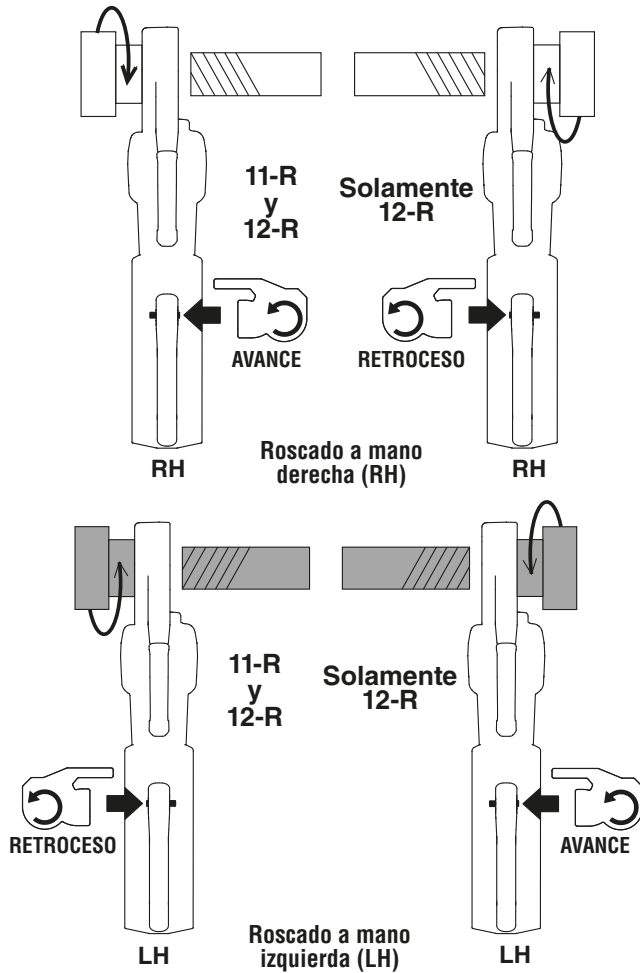

Figura 9 – Orientación del interruptor corredizo de avance y retroceso en el cabezal roscador.
- 7. Coloque el interruptor corredizo F/R del accionamiento motorizado en posición de avance o de retroceso, según quiera una rosca a mano derecha o a mano izquierda. *Vea la Figura 9.*
- a. Deslice el interruptor corredizo hacia la posición de rotación en avance (F). Cuando se coloca la terraja desde el lado izquierdo (frente) de la máquina, esto produce roscas a mano derecha.